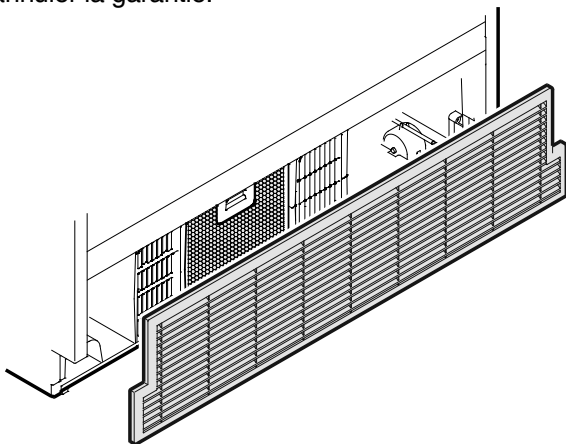

Figure 35
3. Monter la grille de ventilation comme à la **Figure 35**.